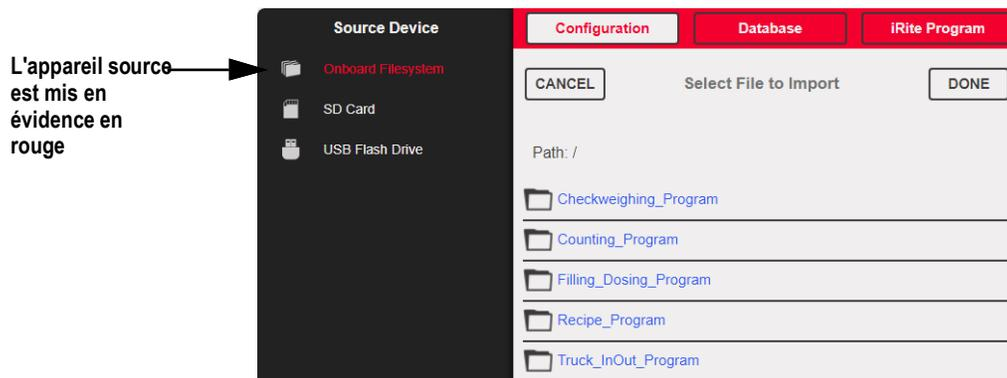

Figure 14-1. Importation de la configuration
REMARQUE : L'écran *Import Configuration (Importation de la configuration)* ne change pas, que l'importation soit réalisée depuis un système de fichiers intégré, une carte Micro SD ou une clé USB. La seule différence réside dans le fait que l'appareil source est mis en évidence en rouge sur le côté gauche de l'écran. Par exemple, sur la Figure 14-1, un fichier est en cours d'importation depuis un système de fichiers intégré.
2. Appuyez sur **Import from File (Importer depuis le fichier)**. L'écran Import (Importation) s'affiche. Reportez-vous à la Figure 14-1, page 140. Chargez les fichiers .rev et .cod pour utiliser les programmes applicatifs intégrés.
4. Appuyez sur **Import from File (Importer depuis un fichier)**. L'écran Import (Importation) s'affiche. Reportez-vous à la Figure 14-1, page 140.
2. Appuyez sur **Import from File (Importer depuis le fichier)**. L'écran Import (Importation) s'affiche. Reportez-vous à la Figure 14-1, page 140.
3. Appuyez sur **Import from File (Importer depuis le fichier)**. L'écran Import (Importation) s'affiche. Reportez-vous à la Figure 14-1, page 140.